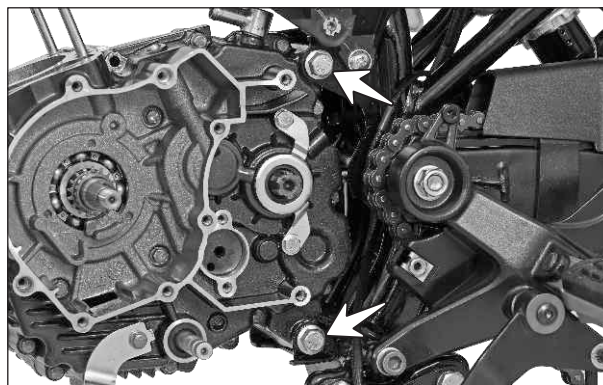

Fig. 3.128
- Retire los 2 tornillos hexagonales (M10x120) de los puntos de fijación traseros del motor. (Fig. 3.128)